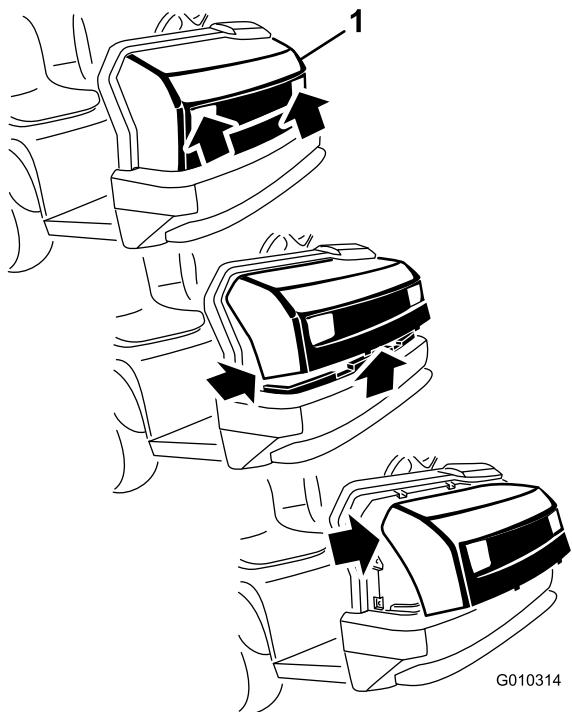

Figura 35
1. Sujete el capó por los orificios de los faros y levántelo para poder liberar las pestañas de montaje inferiores de las ranuras del bastidor (Figura 35).
2. Gire hacia arriba la parte inferior del capó hasta que pueda retirar las pestañas de montaje superiores de las ranuras del chasis(Figura 35).
3. Gire hacia adelante la parte superior del capó y desenchufe los conectores de cables de los faros (Figura 35).
2. Introduzca las pestañas de montaje superiores en las ranuras del bastidor (Figura 35).
3. Introduzca las pestañas de montaje inferiores en las ranuras del bastidor (Figura 35).